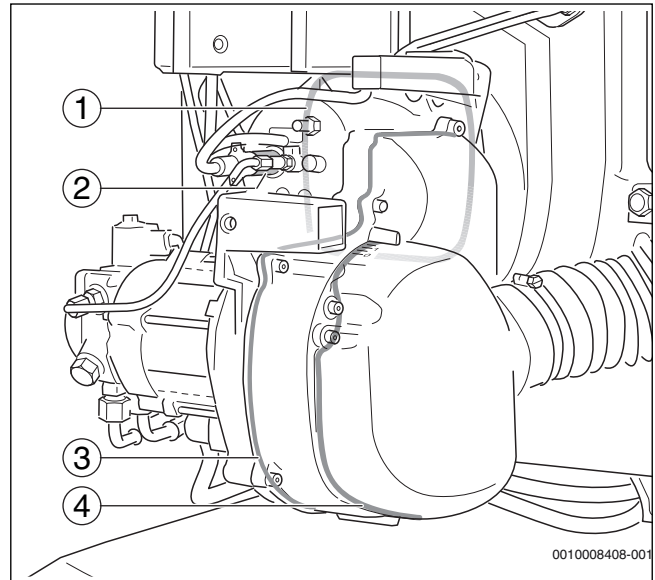

Fig. 42 Juntas adicionales
- Junta plana para la brida del quemador (→fig. 42, [1])
- Soporte para el montaje de la fotocélula (→Fig. 42, [2])
- Base de la carcasa con junta tórica (→fig. 42, [3])
- Junta para el silenciador (→fig. 42, [4])